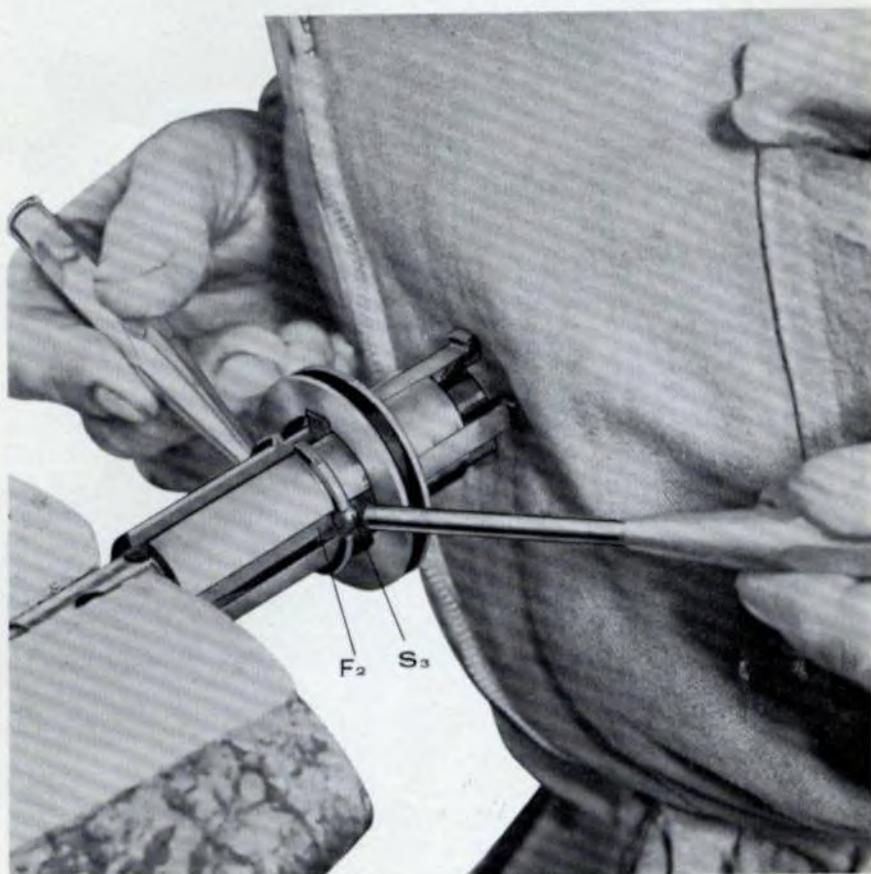

Fig. 11 - Come montare le molle e le sfere di posizionamento marce
1. Chiudere in morsa l'albero secondario (vedi fig. 11). Infilare il manicotto scorrevole sino al foro passante F2.